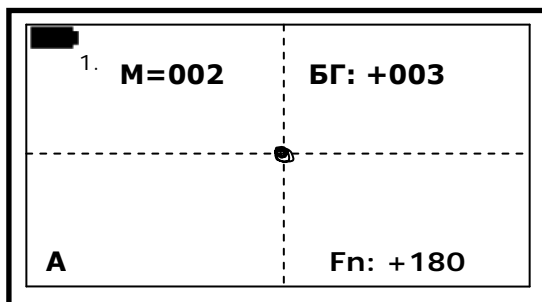

Рис. 16
3. нажмите кнопку [БГ]. Прибор перейдет в режим автоматической балансировки по грунту ( Рис. 16 ):